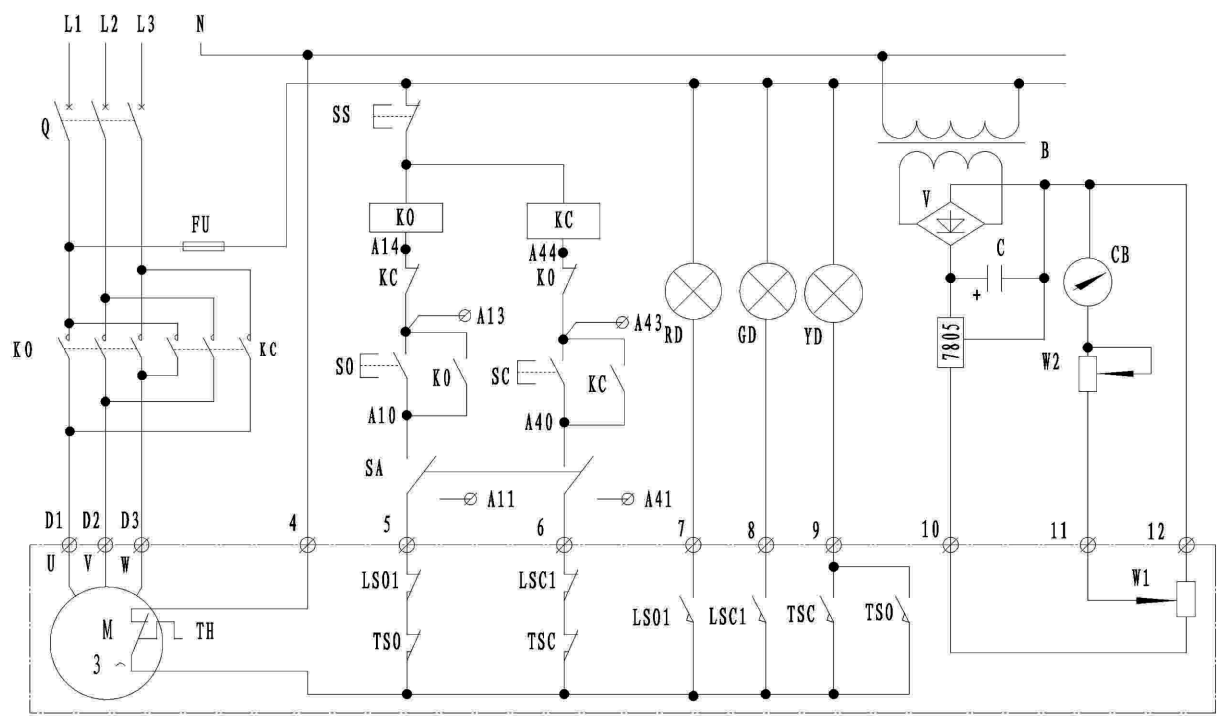

图 7 常规型电气原理图
6.1 常规型电气控制原理图见图 7（注：虚线框内电气元件在电动装置内）